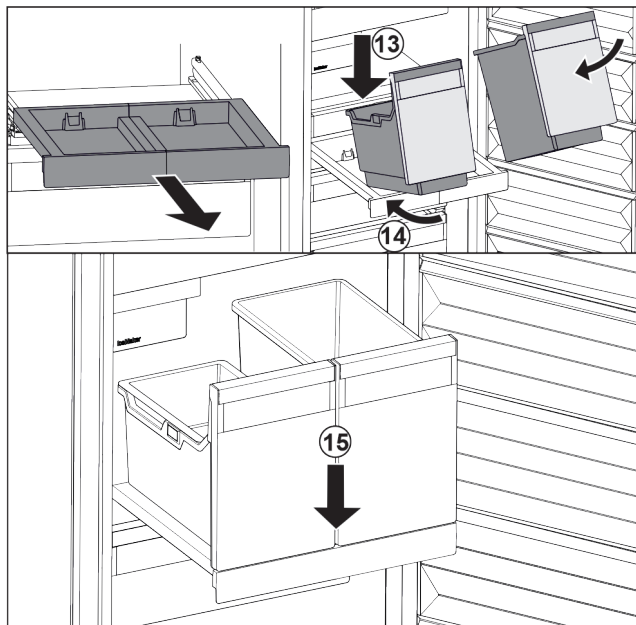

Fig. 124
- Vendosni kutinë pjerrtas mbi raftin me tërheqje. Fig. 124 (13)
- Shtyjeni kutinë brenda pjerrtas për nga prapa. Fig. 124 (14)
- Uleni poshtë kutinë përpara. Fig. 124 (15)